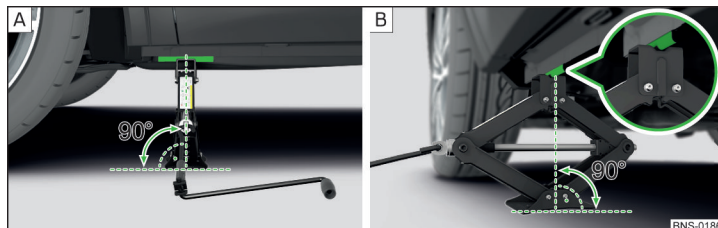

Fig. 344 Application du cric
- ▶ Placez l'embase du cric sur toute la surface sur un sol plan pour que le cric s'applique perpendiculairement à l'emplacement du point d'appui » fig. 344 - **A**.
- ▶ Élevez le cric avec la manivelle jusqu'à ce que la mâchoire du levier touche le point d'appui » fig. 344 - **B**.